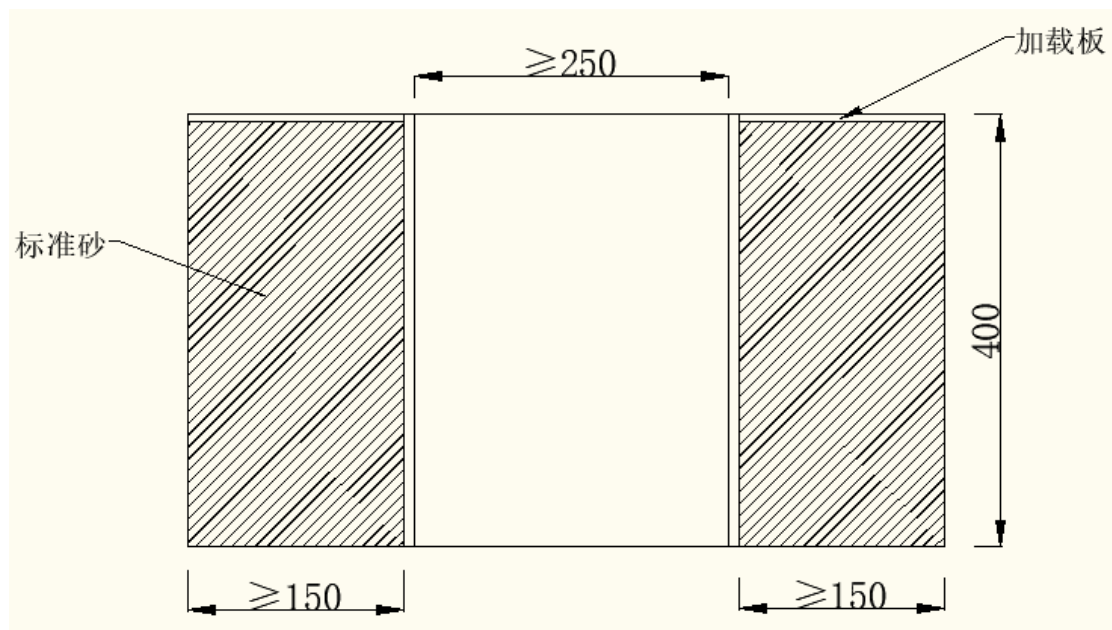

图 2 模型尺寸示意图 (单位: mm)
(1) 两节沉井结构模型内部圆形净空 $\geq 250\text{mm}$, 外部圆形尺寸限制 $\leq 400\text{mm}$, 结构的总高度 $400\text{mm} \leq h_w \leq 430\text{mm}$ (如图 2 所示), 模型为四周封闭结构, 形式不限, 由上下两节构成, 每节长度大于 200mm (误差为 $\pm 15\text{mm}$), 其中结构内部空间需满足净空限界内径大于等于 250mm 的要求, 净空限界的误差为 $\pm 5\text{mm}$, 同时可根据需要考虑内部支撑设计, 但不得侵入净空限界。以下各图仅为说明尺寸要求, 不代表结构形式。